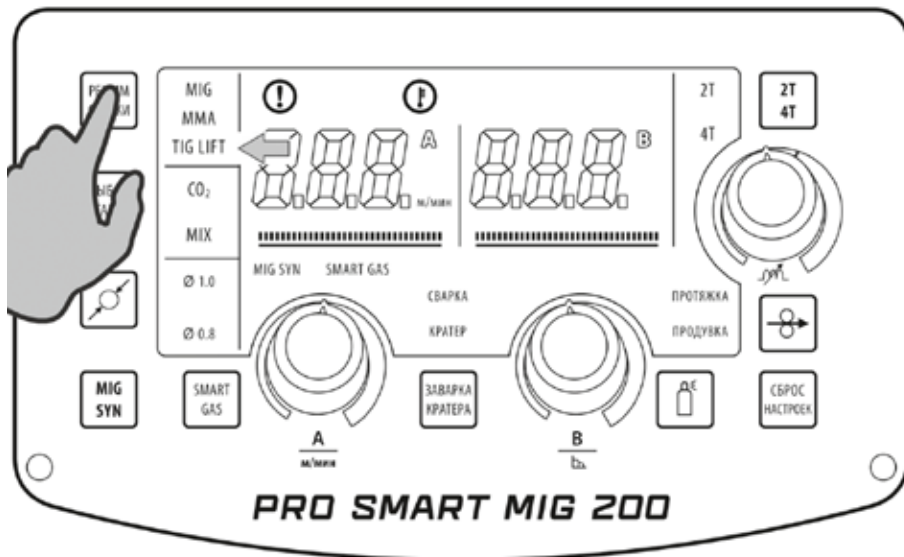

Рис. 12.1.1. Выбор способа сварки.
4. Перейдите в режим TIG (см. рис. 7.0.2, поз. 2) на передней панели сварочного аппарата (см. рис. 12.1.1).